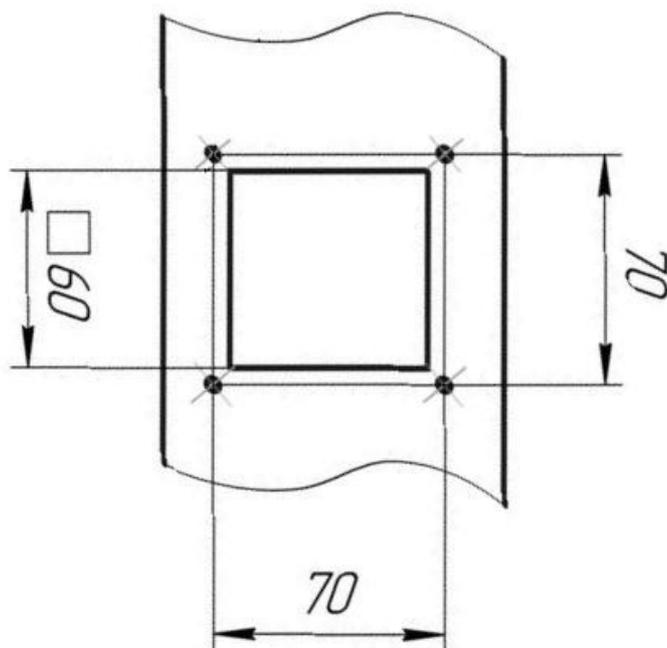

Рис. 5. Разъем крепления патрубку пылеотсасывающего аппарата.
9.5 Для подключения пылеотсасывающего агрегата на станке имеется разъем крепления патрубку (см. рис.5), разъемы расположены на задних стенках кожухов;